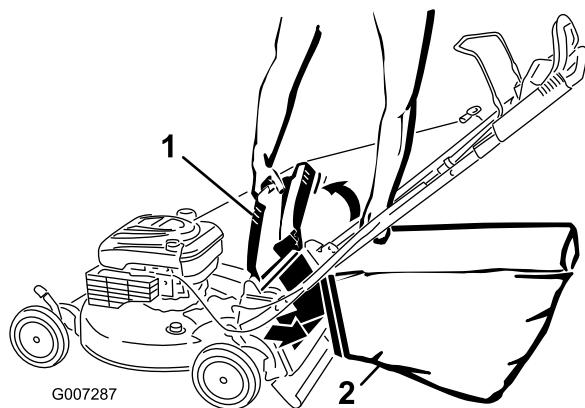

Рисунок 22
- Навесьте верхний передний край мешка и закрепите его в пазах (Рисунок 22).